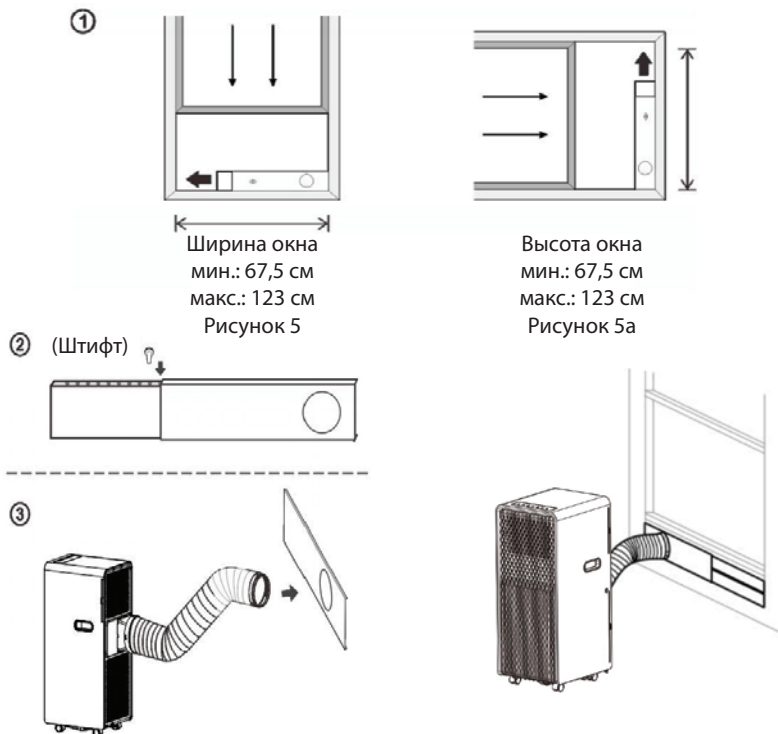

Рисунок 5b
3. Вставьте оконный переходник шланга в отверстие комплекта (Рисунок 5b).